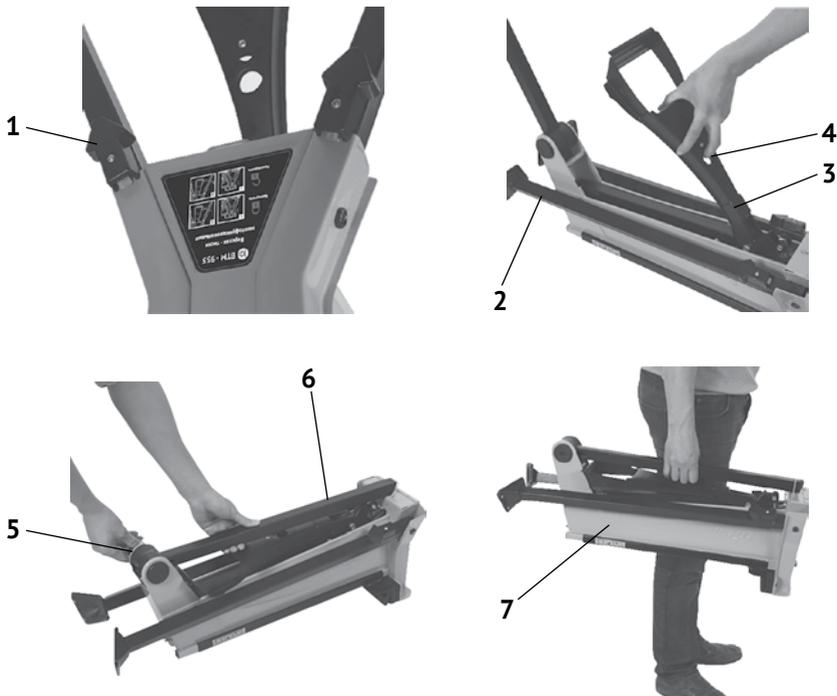

рис. 3
## 2.2 Складывание (см. рис.3):
- нажав на пластиковый корпус (выполнен в виде стрелки) фиксатора (рис.3 поз.1), освободить переднюю опору (рис.3 поз.2);
- повернуть обе опоры вокруг оси крепления до корпуса (рис.3 поз.7);
- освободив стопорную защёлку (рис.3 поз.4), сложить ножную педаль
(рис.3 поз.3);
- ослабив рукоятку фиксации задней опоры (рис.3 поз.5), и повернуть её вокруг оси крепления в транспортировочное положение, до фиксации в гнезде корпуса, затянуть рукоятку фиксации;